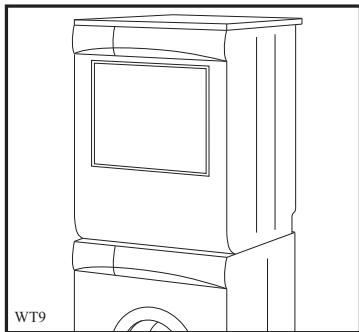

Fig 5
- Modeller uten sokkel (fig. 5 og 6);